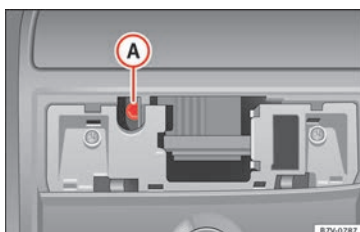

Fig. 16 Tornillo Allen para cerrar el techo corredizo panorámico.
- Introduzca una llave Allen corriente¹⁾ del tamaño 4 mm en el tornillo Allen » **fig. 16 A.**